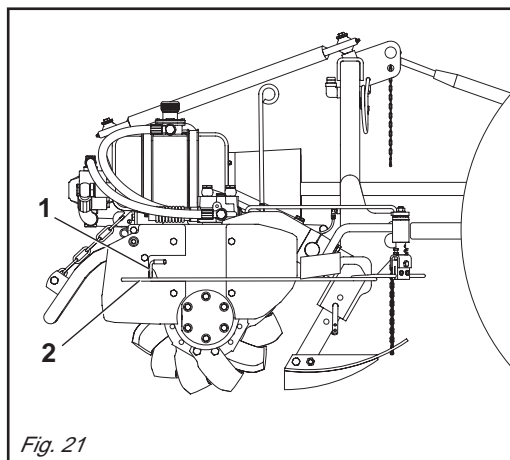

Fig. 21
Lo spostamento in automatico viene dato da un tastatore (2 Fig. 21) che comanda il distributore idraulico.
*Automatic movement is achieved by a feeler (2 Fig. 21) which controls the hydraulic distributor.*
Die Maschine ist mit einem hydraulischer Kreislauf zum automatischen (oder manuellen) Verschieben des Geräts in Querrichtung ausgestattet, und zwar während der Arbeit, in der Nähe von Pflanzen, wenn irgendein Hindernis im Wege steht (Abb. 20). Die automatische Verschiebung wird durch einen Taster (2 Abb. 21) ausgelöst, die den Hydraulischer Verteiler ansteuert. Die Verschiebung von Hand erfolgt vom Fahrersitz aus, indem man an einer Schnur zieht, die an der Schalthebel (5 Abb. 1) befestigt wird, die den hydraulischen Verteiler ansteuert.
*Le déport automatique est permis par le palpeur (2 Fig. 21) qui commande le distributeur hydraulique.*
El desplazamiento en automático se obtiene con el palpador (2 Fig. 21) que comanda el distribuidor hidráulico.
Durante il trasporto e quando la macchina lavora in modo fisso (cioè non spostabile), il tastatore deve essere forzatamente fissato all'apposito gancio (1 Fig. 21).
*The feeler must be necessarily fixed to the relative hook (1 Fig. 21) during transport and when the machine operates in fixed mode (i.e. when it cannot be shifted sideways).*
Während des Transportes und wenn die Maschine in fester (d.h. nicht verschiebbarer) Weise arbeitet, muß der Taster mit einem Haken befestigt werden (1 Abb. 21).
*Pendant le déplacement ou lorsque la machine travaille à poste fixe (elle ne se déplace pas), le palpeur doit être forcément fixé au crochet prévu à cet effet (1 Fig. 21).*